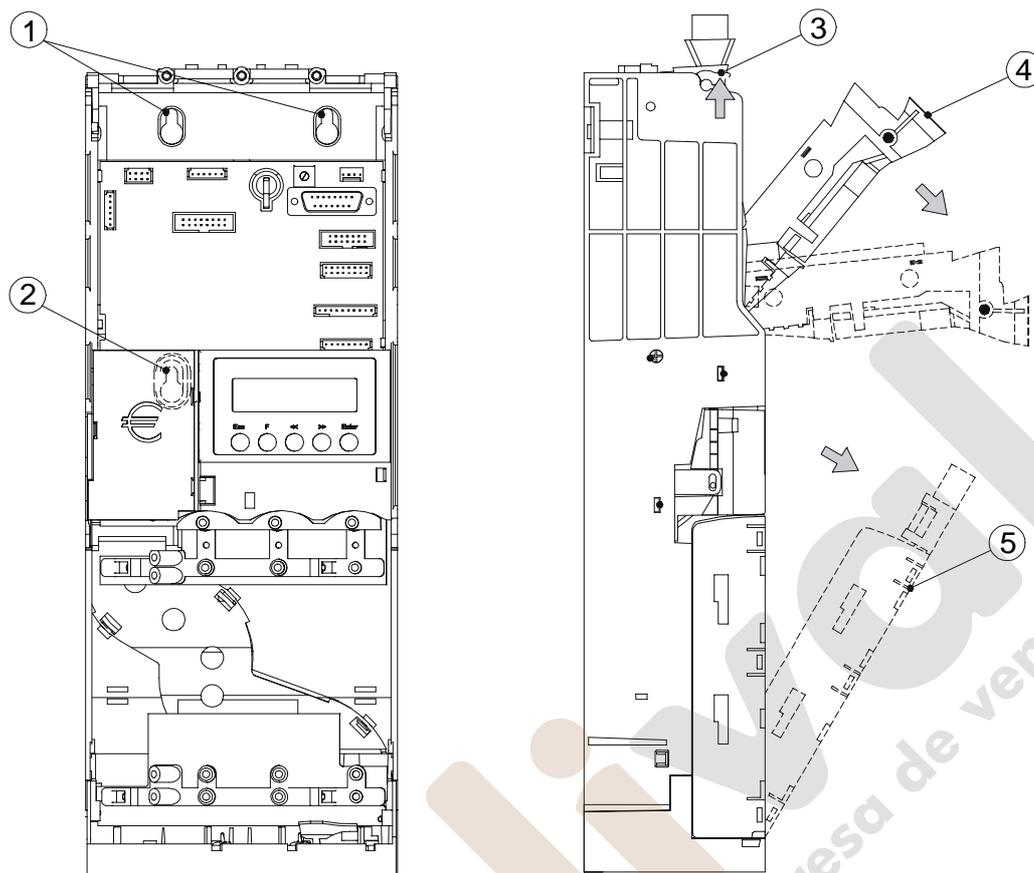

fig. 21
- En la fijación mediante los tornillos, hay que desenganchar el Grupo Reconocedor de su alojamiento, levantando el enganche gris, y girar el grupo hacia adelante para poder acceder a los agujeros de fijación superiores e inferiores (véase fig. 21). Enganchar el Monedero de Cambio a los tres tornillos y fijarla prestando una especial atención a la fijación del tornillo inferior.
- remover el Grupo Tubos (véase fig. 21) accionando la palanca de apertura;